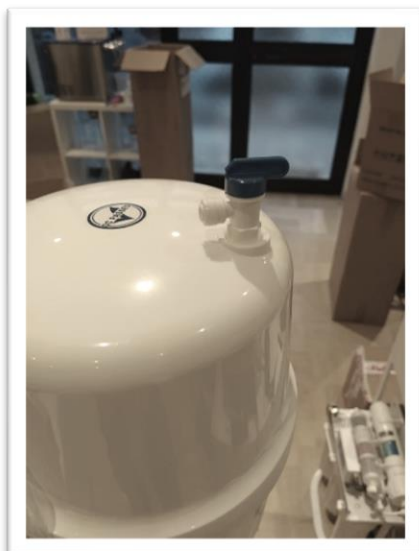

Fig. 10
- Avvitare la valvola (M) al serbatoio di accumulo (N) (fig. 10).